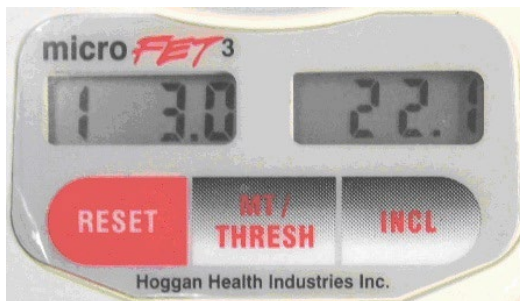

Bild 7. Exempel på sparad resultat från muskeltest
- Apparaten visar testnummer och varaktighet i sekunder på vänster display, och maximikraft på höger display (se bild 7).